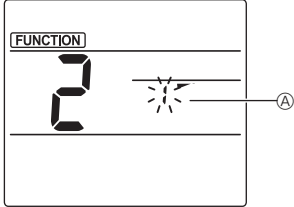

Fig. 3-2
- Kanatçık sayısını seçme (Fig. 3-2)